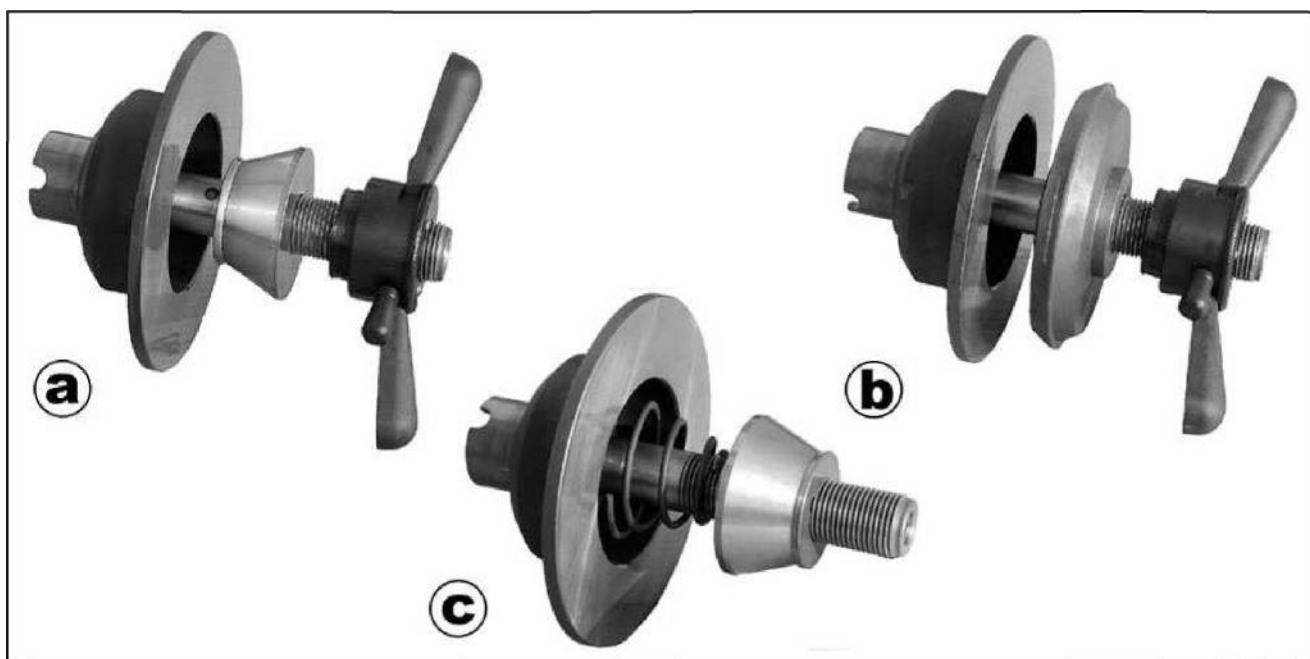

Fig. 5.9 Forskellige måder at montere konusserne.
Konstruktion og udstyr til Quickbespændingen gør det muligt at montere hjul i forskellige fælg størrelser og forskellige centerhul diametre, som er vist i figur 5.9. Hvis en af konusserne benyttes, kan de både monteres på inder og ydersiden af fælgen se f.eks fig. 5.9 (a) og 5.9 (c). Hvis konussen skal placeres på indersiden skal koppen monteres på quickbespændingen figur 5.5 (5) så fælgen ligger plant med akslens flange (fig. 5.4), om man monterer konussen på indersiden eller ydersiden er den stadigvæk samme fremgangsmåde hvorpå quickbespændingen monteres (Før beskrevet). Det er yderst vigtigt hjulet er centreret og godt fastspændt før afbalanceringen startes.